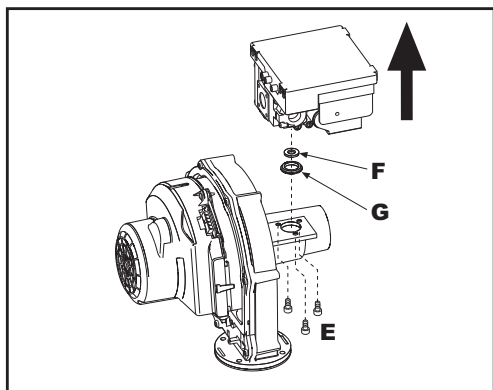
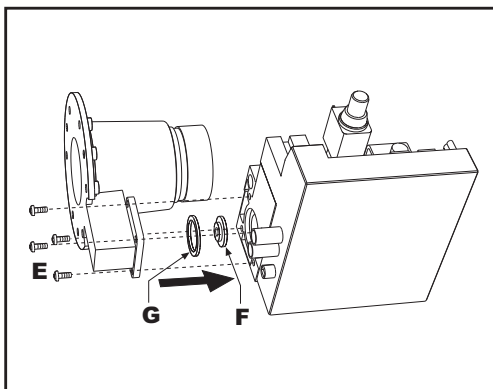

fig. 57 - modello JOTEK 80 - 160
fig. 58 - modello JOTEK 125 - 250
7. Svitare le viti di fissaggio "E" (fig. 57 modello JOTEK 80 - 160 e fig. 58 modello JOTEK 125 - 250) e togliere la valvola gas.
8. Sostituire l'ugello gas "F" (vedi fig. 57 per il modello JOTEK 80 - 160 e fig. 58 per il modello JOTEK 125 - 250) posizionandolo all'interno della guarnizione "G" con quello contenuto nel kit di trasformazione. Rimontare i componenti e verificare le tenute.